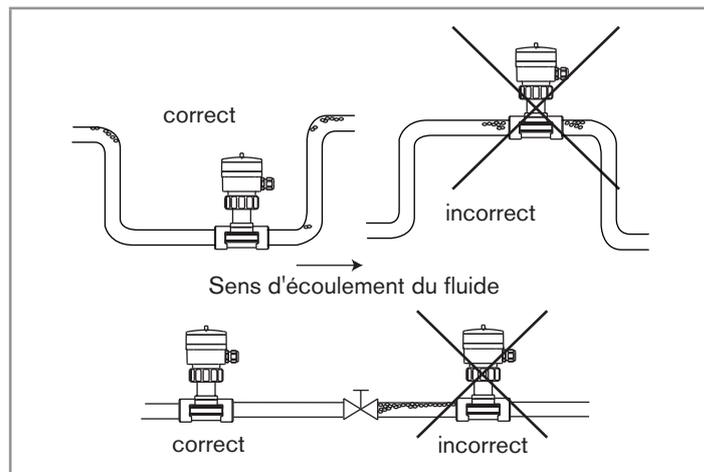

Fig. 6: Formation de bulles d'air dans le tuyau
- Éviter la formation de bulles d'air dans la conduite (voir Fig. 6).